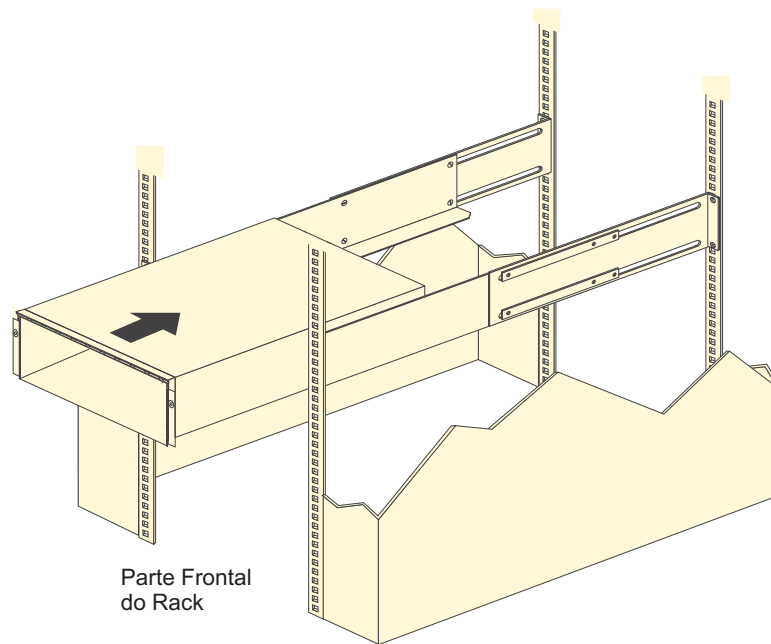

Figura 19. Instalando o DS5020
- b. Com a ajuda de outra pessoa, coloque a parte posterior do subsistema de armazenamento nos trilhos de suporte e, em seguida, deslize a unidade no rack conforme mostrado na Figura 19.